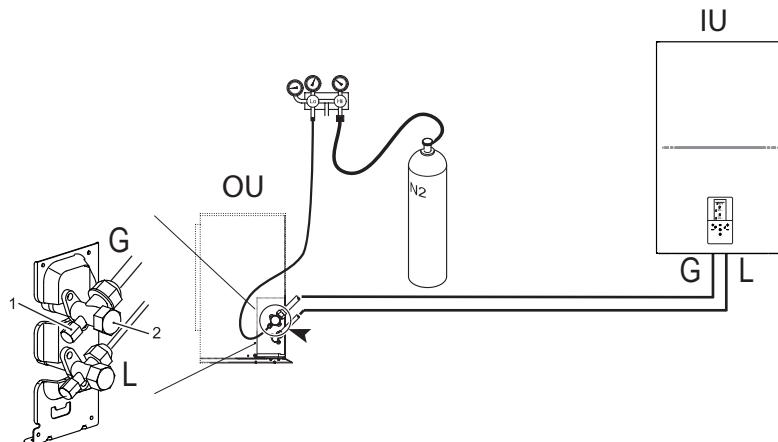

fig. 12 - Prova di tenuta all'aria e rilevamento delle perdite
- Con rubinetti dell'unità esterna completamente chiuse, rimuovere il tappo del rubinetto di servizio (part 1 - fig. 12) e il raccordo (part 2 - fig. 12) della valvola gas (quella più grande).